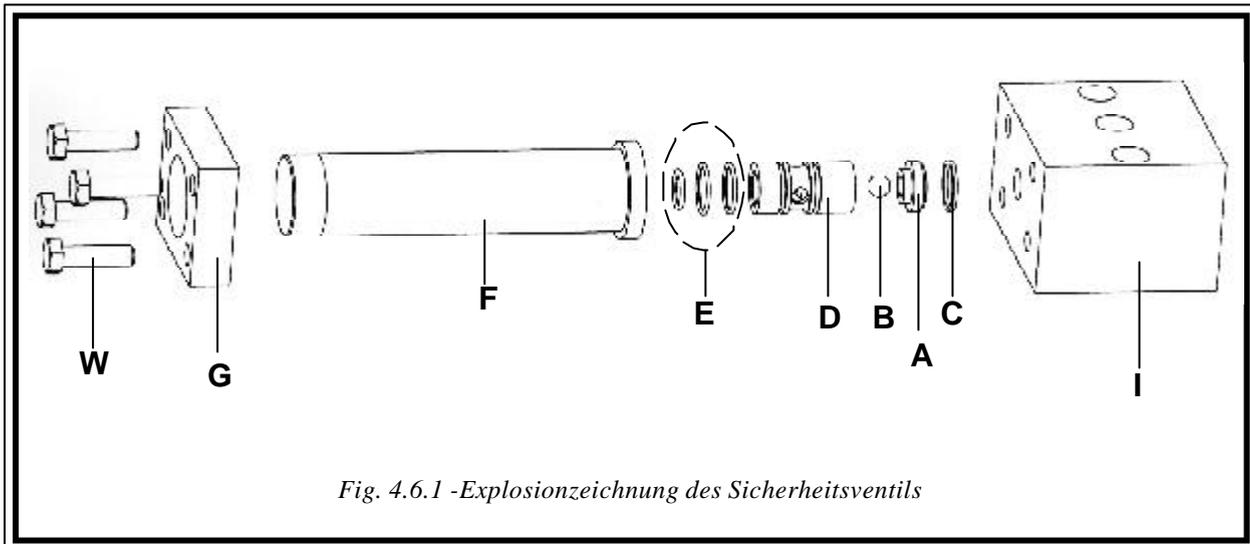

Fig. 4.6.1 -Explosionzeichnung des Sicherheitsventils
Siehe Fig. 4.6.1, das Sicherheitsventil besteht aus:
- Die Komponenten des Sicherheitsventils wie folgt montieren, siehe Fig.4.6.1.